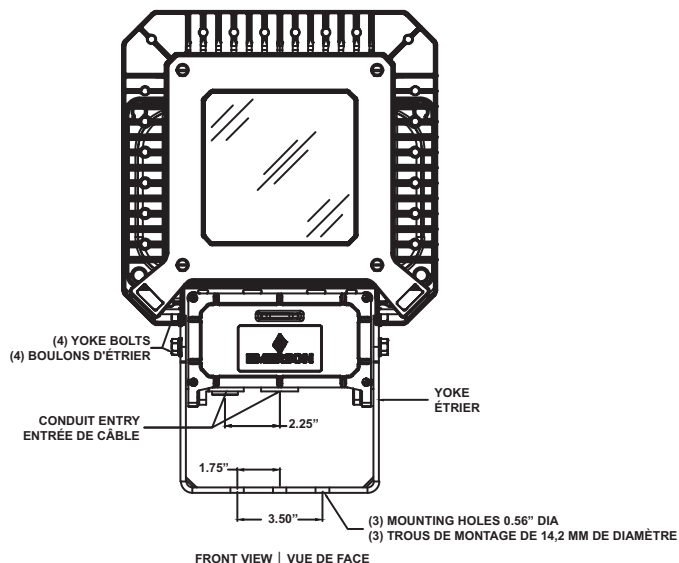

Figure 2: Luminaire with Yoke | Luminaire avec étrier
The Areamaster High Lumen LED luminaire with yoke (supplied) will mount directly onto flat surfaces. The yoke has a center clearance hole for a 1/2 inch bolt and two 1/2 inch clearance holes spaced 3-1/2 inches apart on the yoke center line. See Figure 2.
Le luminaire Areamaster à LED à lumen élevé avec étrier (fourni) se monte directement sur des surfaces plates. L'étrier est doté d'un trou de passage central pour un boulon de 12,7 mm et de deux trous de passage de 12,7 mm espacés de 88,9 mm l'un de l'autre sur l'axe de l'étrier. Voir la Figure 2.
1. Mount the luminaire with yoke to a flat surface using user-supplied hardware. See Figure 2 for mounting hole locations.
Montez le luminaire avec étrier sur une surface plate à l'aide de quincaillerie fournie par l'utilisateur. Reportez-vous à la Figure 2 pour les emplacements des trous de montage.
2. Slightly loosen the four yoke bolts and tilt the luminaire to the desired position with your free hand. See Figures 2 & 3.
Desserrez légèrement les quatre boulons d'étrier et, de la main libre, inclinez le luminaire dans la position souhaitée. Reportez-vous aux Figures 2 et 3.